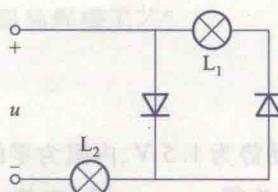

图 1-3
11. 两只相同的白炽灯 L₁、L₂，按在图 1-3 所示的电路中，哪只灯亮？
- 两只相同的白炽灯 L_1 、 L_2 接在如图 1-3 所示的电路中，则（ ）。
15. 已知输入电压的波形如图 1-3-1(a) 所示, 通过图 1-3(b) 所示的电路之后, 变换电压的波形为()。